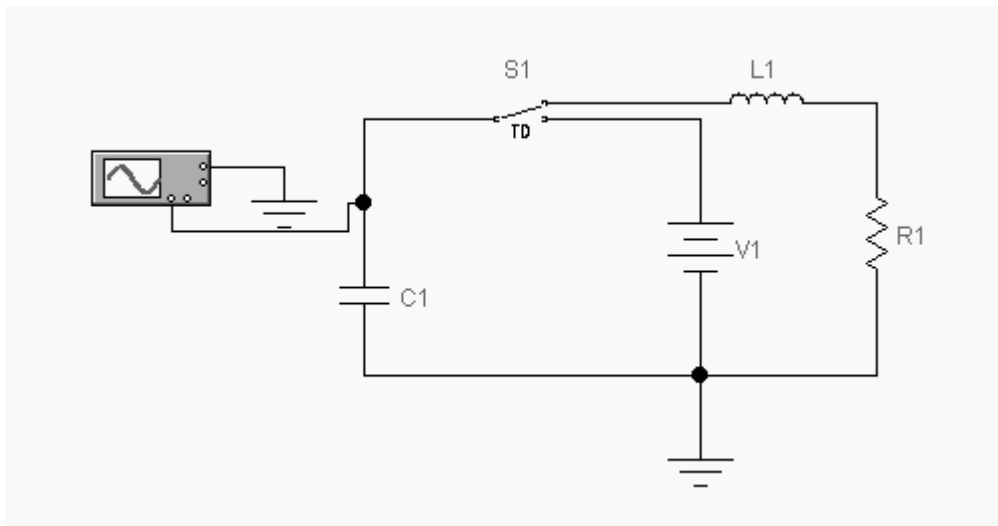

Рис. P4. Схема електричного кола
2.1.2. Задана для роботи схема вказана на рис. P4.